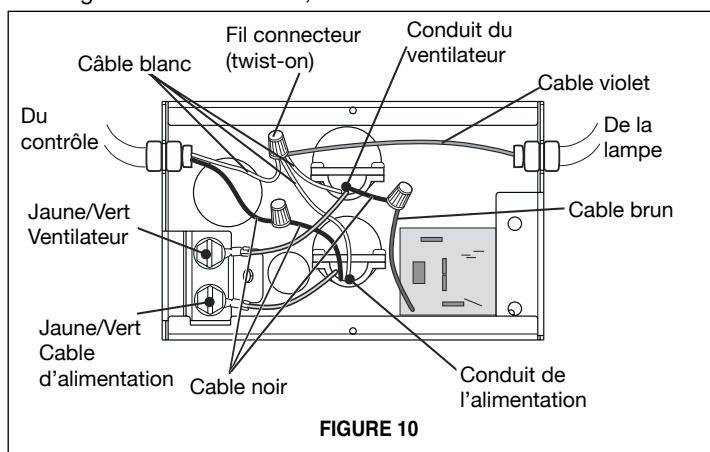

FIGURE 10
8. Retirer le couvercle de la boîte de câblage en enlevant les deux vis. (Voir FIGURE 10 pour informations). Insérer le câble du ventilateur dans le trou de sortie de la hotte. Insérer le câble d'alimentation dans le trou de la hotte. Brancher le câble vert de mise à la terre du système d'alimentation à la vis de mise à la terre. Brancher le câble vert du ventilateur à l'autre vis verte de mise à la terre. Brancher le câble noir du moteur du ventilateur au câble brun de la hotte et le fixer au moyen d'un fil connecteur. Ensuite, connecter ensemble, au moyen d'un fil connecteur les câbles suivants :